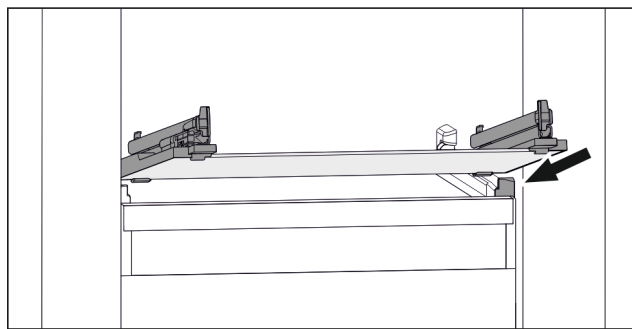

Fig. 51 Примерное отображение стеклнной пластины
- ▶ Наклоняя вниз, установите стеклнную пластину за стопоры. (см. Fig. 51)